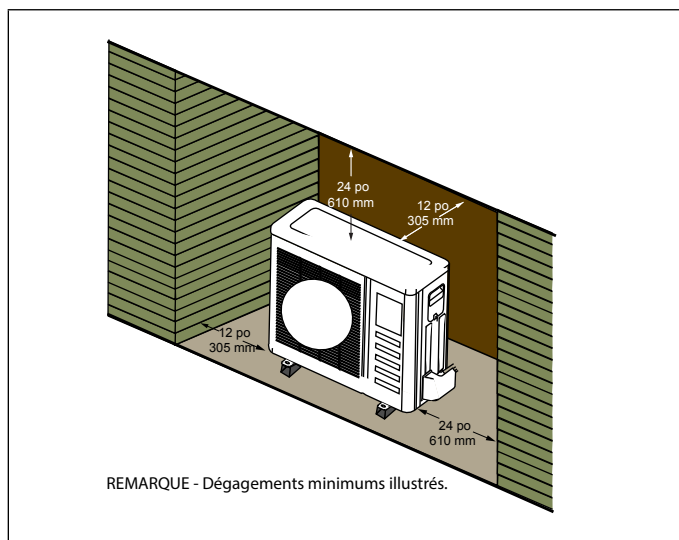

Figure 19. Unité installée dans une alcôve
- L'unité extérieure peut être installée dans une alcôve ou sous l'avancée d'un toit comme illustré à la « Figure 19. Unité installée dans une alcôve ».